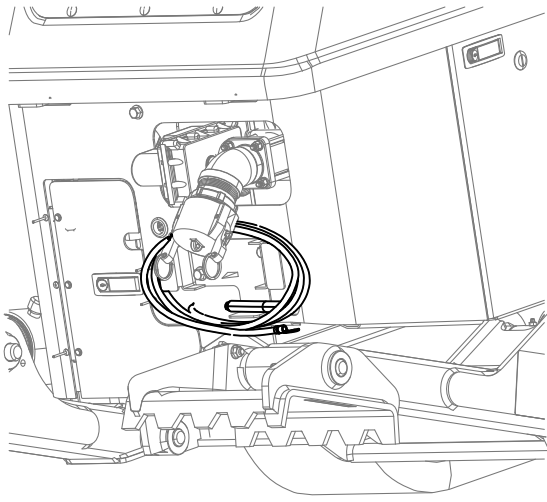

Figura 59
1. Retire la pica de tierra del soporte situado en el lateral de la plataforma del operador (Figura 59).